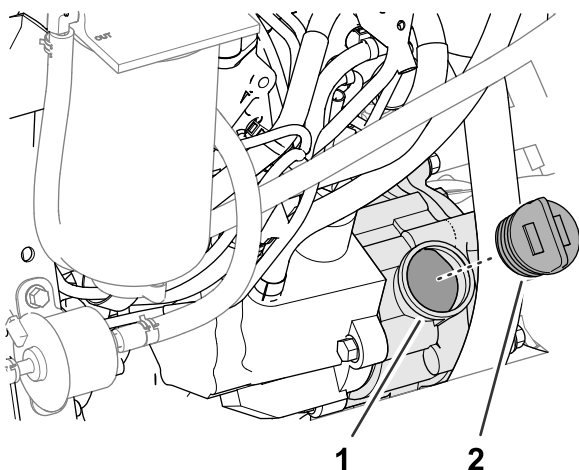

Figura 124
5. Si el nivel de aceite es bajo, retire el tapón de llenado (Figura 124) y añada poco a poco pequeñas cantidades de aceite, comprobando el nivel con frecuencia, hasta que el nivel llegue a la marca de Lleno de la varilla.